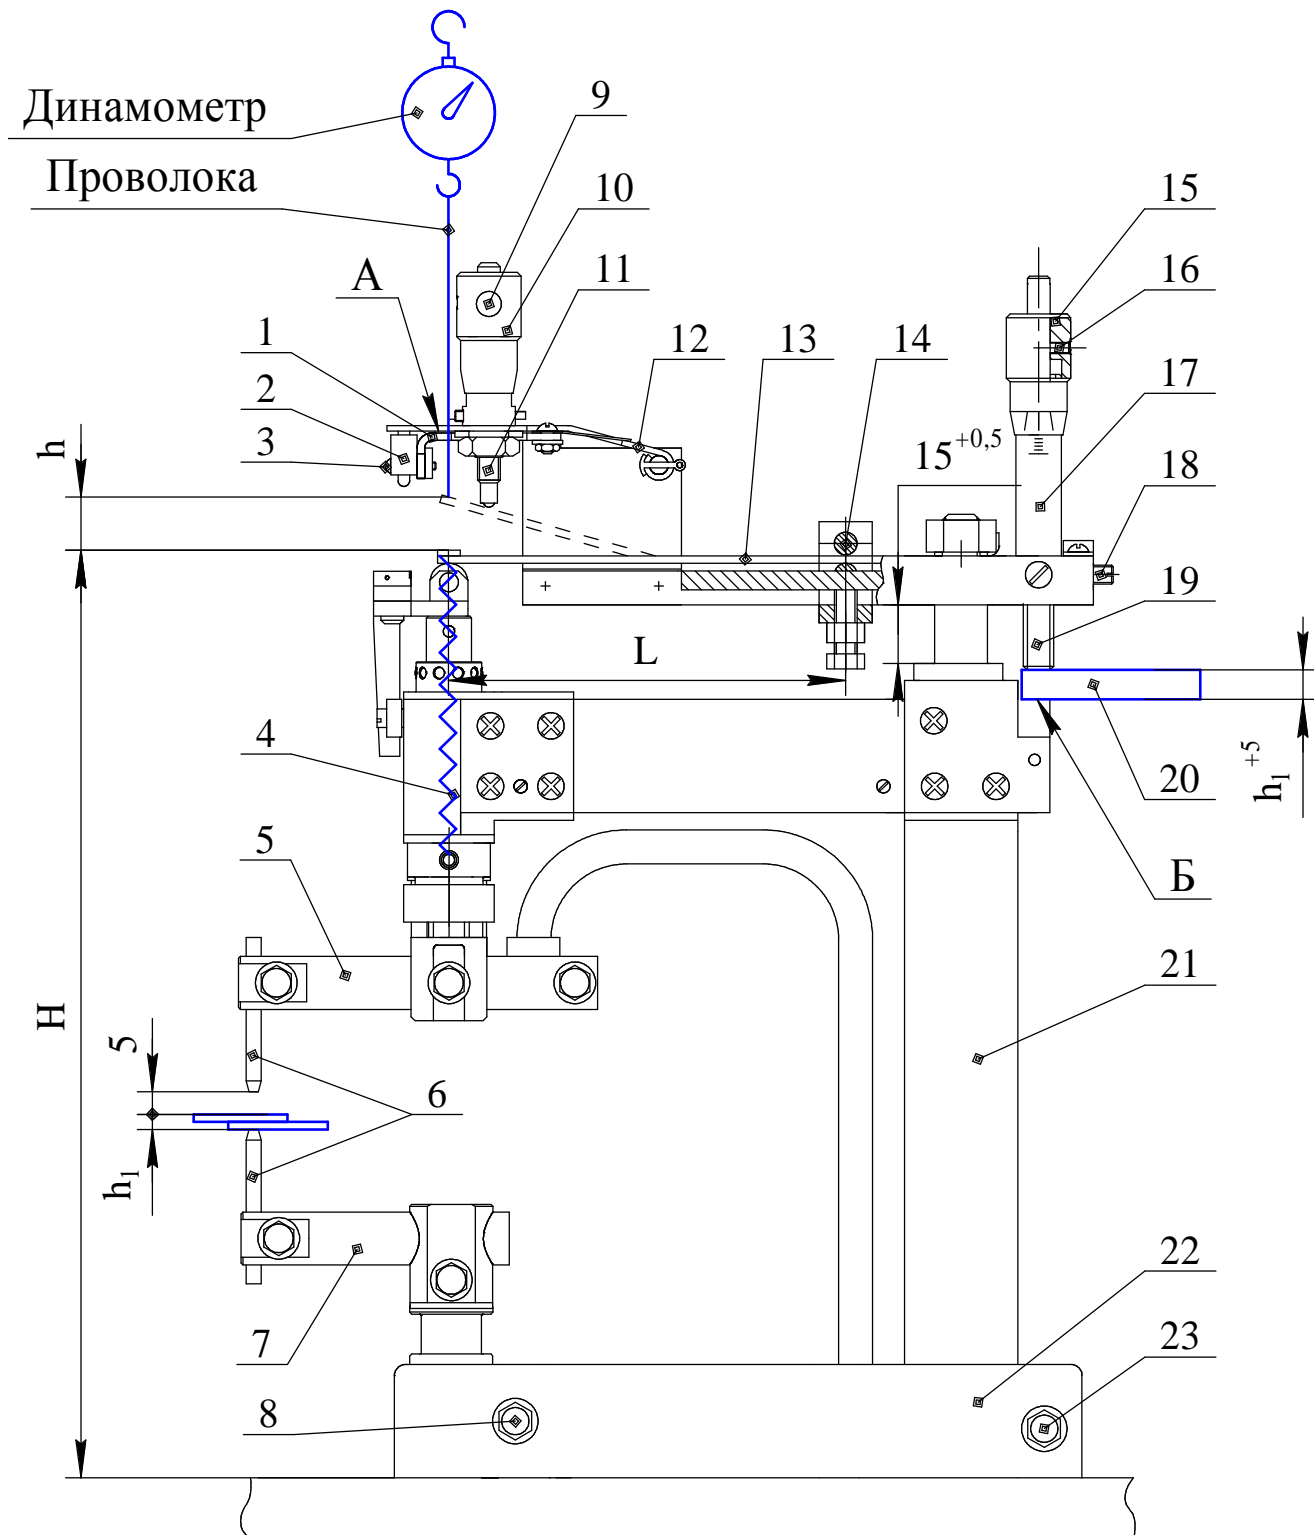

Рисунок 4 – Регулировка вылета рабочей пружины
2.2.1 Регулировка вылета рабочей пружины (рисунок 4) производится следующим образом:
- перемещением зажима (14) установить размер L, равный 105 мм;
- отцепить пружины растяжения (4) от рабочей плоской пружины (13);
- динамометром ДПУ-0,01-2 УХЛ2 ГОСТ 13837-79 с применением петли из медной проволоки диаметром 1,2 мм ТУ 16. К71-087-90 оттянуть конец рабочей пружины (13) на 100 Н по показаниям шкалы динамометра;
- при достижении размера h равного 10 мм болт зажима (14) законтрить гайкой;
- зацепить пружины (4) растяжения за плоскую пружину (13).